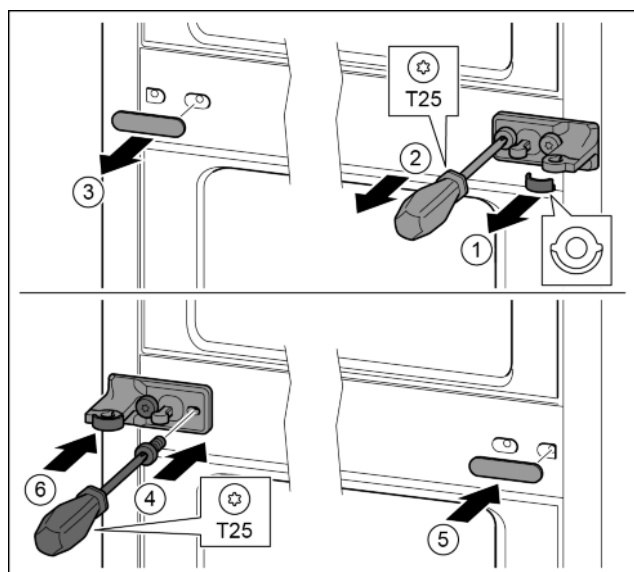

Fig. 34
- ▶ Skinite podložnu pločicu. Fig. 34 (1)
- ▶ Odvijačem T25 odvijte vijke. Fig. 34 (2)
- ▶ Oprezno skinite pokrov. Fig. 34 (3)
- ▶ Čvrsto zavijte podložak ležaja s folijom okrenuto za 180° na drugoj strani. Fig. 34 (4)
- ▶ Postavite pokrov okrenut za 180° na drugoj strani. Fig. 34 (5)
- ▶ Natakните podložnu pločicu s prednje strane. Fig. 34 (6)